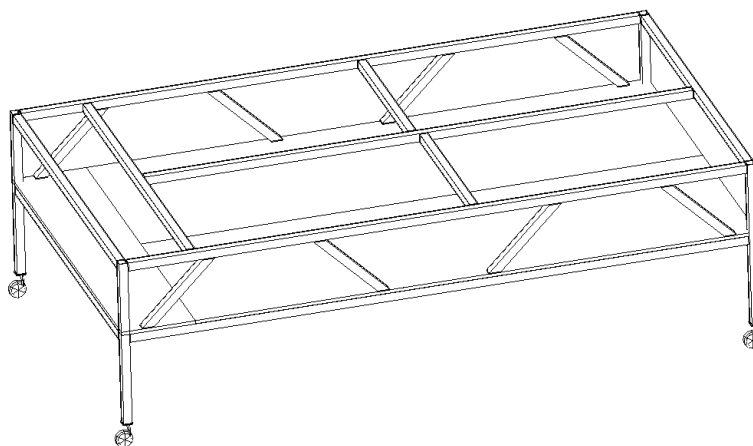

Рис. 4
4.6 Затем необходимо вложить в стол листовые элементы нижней полки стола. Для фиксации листовых деталей ПЛК1, ПЛК2 и ПЛК3 используйте шесть саморезов пресс шайба 4,2 x 21 мм. Затем установите элементы металлического каркаса МК9. Сначала устанавливаются четыре крайних элемента МК9, а затем средние. Для крепления МК9 через листовые детали используйте болты М10x35 мм. (Рис.4) . При установке этих элементов в другой последовательности возможны проблемы с совмещением отверстий в конструкции стола.